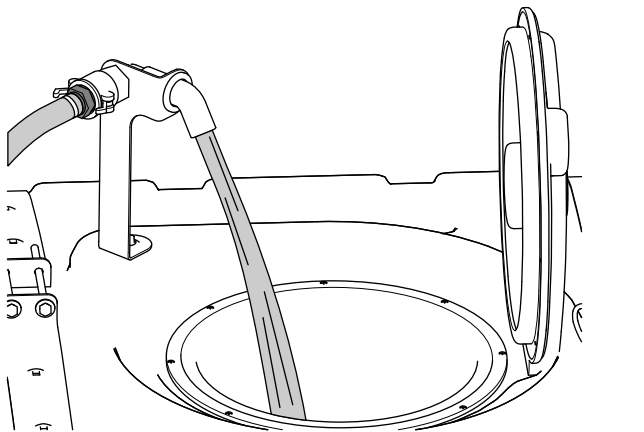

Figure 71
5. Añada 3/4 de la cantidad de agua necesaria al depósito de fumigación (Figure 71).